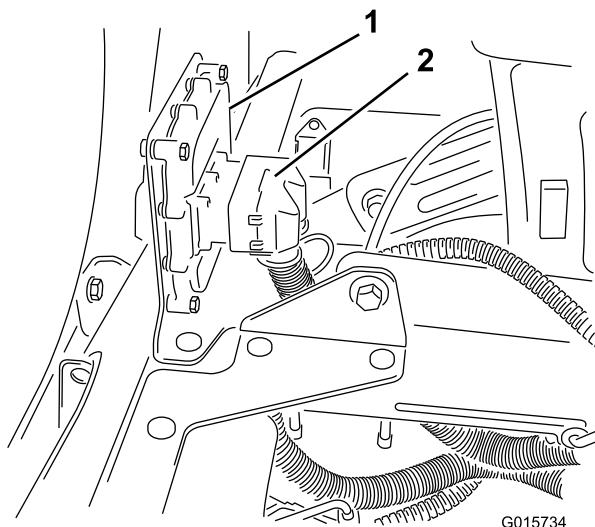

Figure 18
1. Pour le modèle 5800, connectez la borne du faisceau de câblage au module de commande électronique et serrez-la avec une clé Allen (Figure 18).